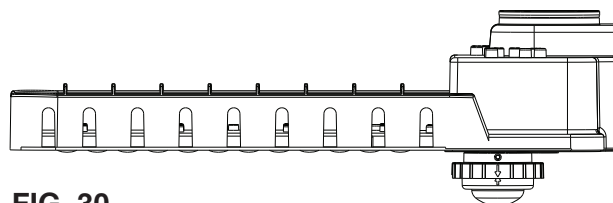

FIG. 30
4. Tournez l'anneau extérieur jusqu'à ce que les flèches s'alignent (voir la **FIG. 30**).